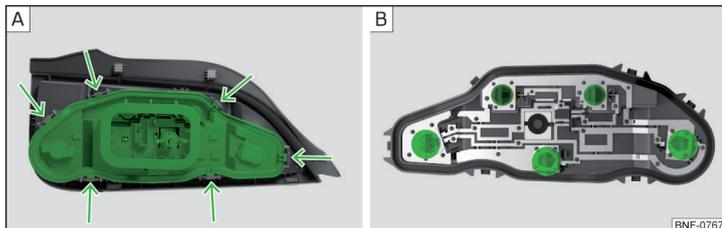

Fig. 148 Partie intérieure de l'ampoule
- Déverrouillez le support de la lampe » fig. 148 - [A].
- Poussez l'ampoule défectueuse dans la douille **en sens antihoraire** jusqu'en butée et faites-la sortir » fig. 148 - [B].